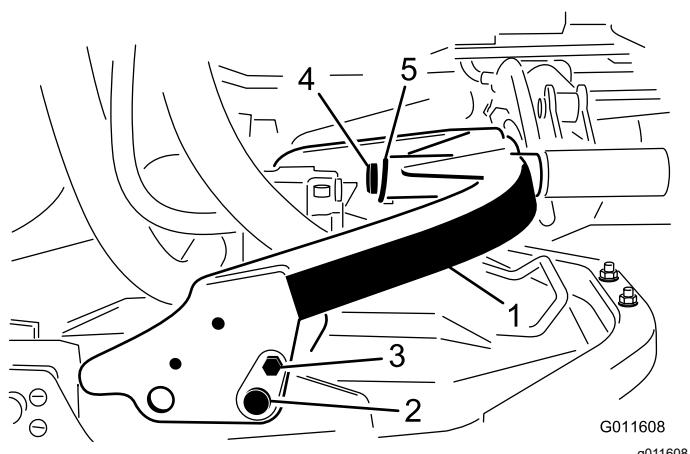

Bild 2
1. Drehen Sie den Trägerrahmen und befestigen ihn mit dem Stift, der Schraube und Mutter an der Mähwerkhalterung. Positionieren Sie es wie in Bild 2 dargestellt.
Hinweis: Schwenken Sie bei Heckmähwerken den Trägerrahmen nach vorne (Bild 2). Schwenken Sie bei Frontmähwerken den Trägerrahmen nach hinten.